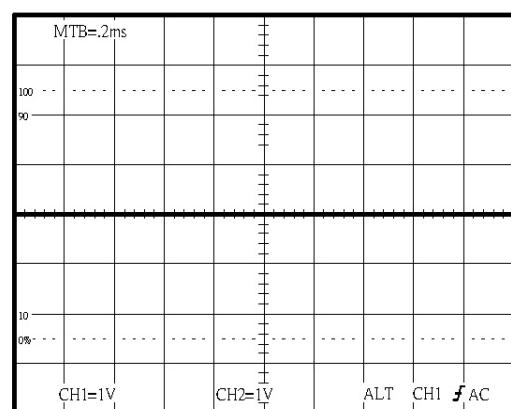

図 5-4 表示波形
6. (8)(9)CH1/CH2 POSITION ツマミで、両方の波形が中央になるように調整します。
7. (11)ALT/CHOP/ADD ボタンをアラームが鳴るまで押し続け、「CH2 INV」に設定します。
8. (11)ALT/CHOP/ADD ボタンを押し、「ADD」モードに設定します。
10. 図 5-4 のような波形が表示されます。画面には、中央の目盛上に平行な輝線が表示されます。
11. (11)ALT/CHOP/ADD ボタンを押し、「CHOP」モードに設定します。
12. (11)ALT/CHOP/ADD ボタンをアラームが鳴るまで押し続け、「CH2 INV」を解除します。